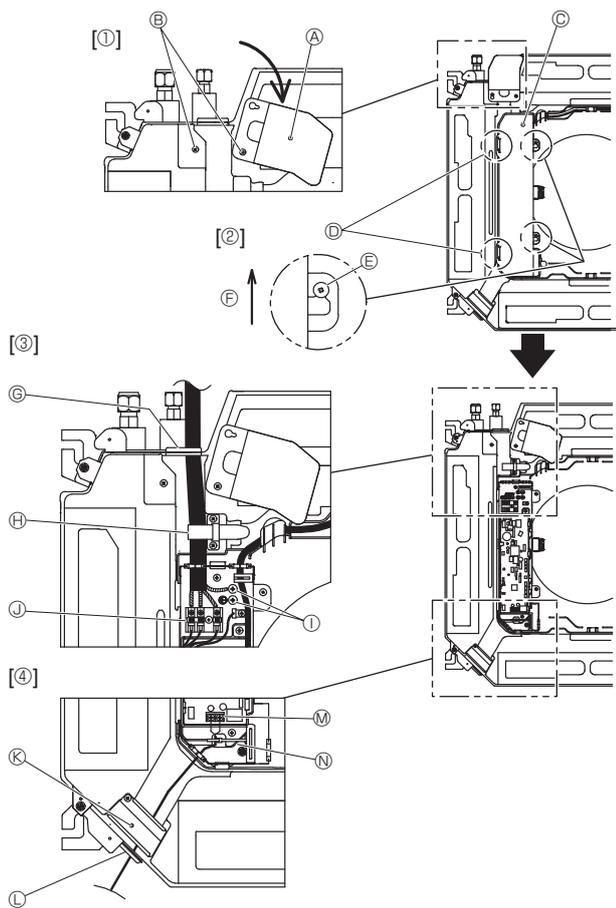
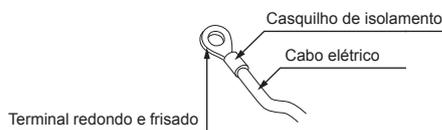
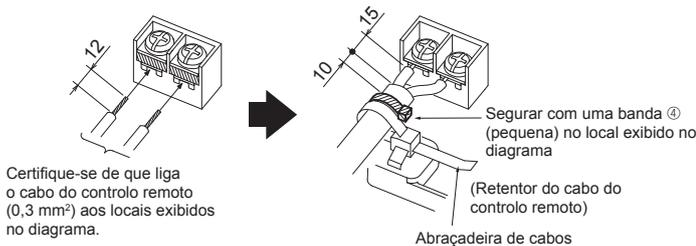

Fig. 6-1
Fig. 6-2
Fig. 6-3
6.1. Unidade exterior (Fig. 6-1)
- Desaperte os dois parafusos que seguram o painel de serviço da cablagem elétrica e, em seguida, rode o painel. [Fig. 6-1 ①]
- Desaperte os dois parafusos que seguram a tampa da caixa elétrica e, em seguida, faça deslizar a tampa. [Fig. 6-1 ②]
- Faça passar o cabo de alimentação, o cabo de ligação da unidade interior/exterior e o cabo de ligação à terra pelas entradas de cablagem mostradas no diagrama. [Fig. 6-1 ③] Coloque a parte revestida do cabo de alimentação e do cabo de ligação da unidade interior/exterior na caixa elétrica. Utilize terminais redondos e frisados para o terminal de ligação da unidade interior-exterior e o kit de terminais de alimentação opcional. [Fig. 6-2] Se não for possível utilizar terminais redondos e frisados, siga o procedimento da Fig. 6-3-6-6. Consulte as secções 6.1.1. e 6.1.2. para obter informações sobre a ligação.
- Faça passar e prenda o cabo do controle remoto nas entradas de cablagem mostradas no diagrama. [Fig. 6-1 ④, Fig. 6-3] Consulte as secções 6.1.1. e 6.1.2. para obter informações sobre a ligação.